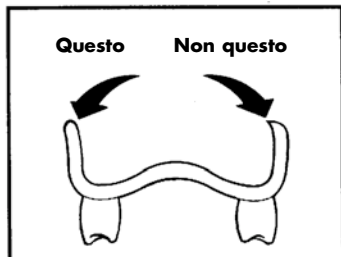

Figura 1 - Riduzione/modellazione dei bordi periferici
1. Ridurre i bordi periferici della protesi di 1 mm e sagomare come mostrato in Figura 1. I materiali TRIAD VLC possono essere utilizzati per ampliare i bordi se necessario.